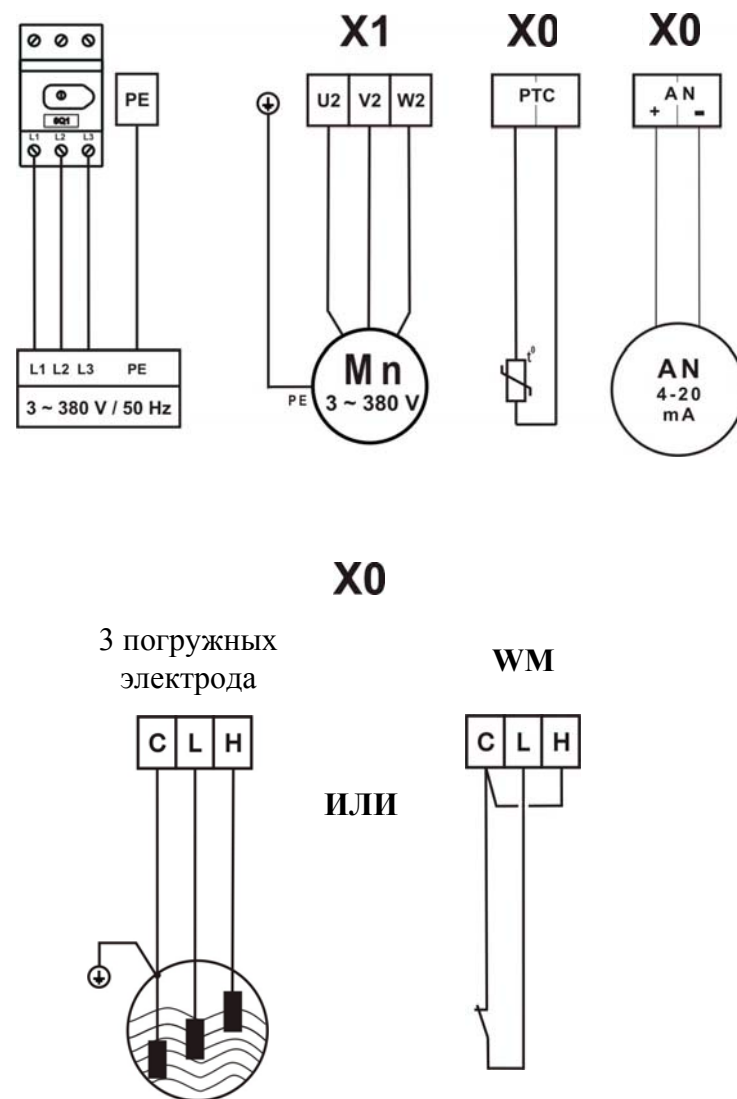

Рис. 3 Схема подсоединения сетевых контактов и клеммных колодок
- Для подключения питающей трехфазной электросети ~380 В, 50 Гц к прибору необходимо использовать соответствующий кабель и контакты основного сетевого рубильника или его клеммников и клеммника заземления (рис.3) - **L1, L2, L3, PE**
- Для подключения насоса в соответствии со значением номинального тока подключаемого двигателя (указывается на шильдике двигателя насоса) по Таблице 5 установить сечение токопроводящих жил кабеля "прибор - двигатель насоса". Соответствующим кабелем подключить клеммы трехфазного двигателя насоса **U-V-W, PE** к соответствующим клеммам колодки X1 (рис.3), расположенной на синус-филт্রে. Клеммы терморезистора **PTC/WSK** подсоединить к соответствующим клеммам колодки XO (рис. 3) Для насосов не имеющих защиты двигателей PTC контакты клеммной колодки PTC необходимо соединить перемычкой.
При подсоединении внешних датчиков необходимо учитывать электрические параметры соответствующих входов по Таблице 3 в зависимости от используемых в системе внешних датчиков. Сигналы от внешних датчиков необходимо подсоединить к соответствующим клеммам колодки Х0 (рис. 3).